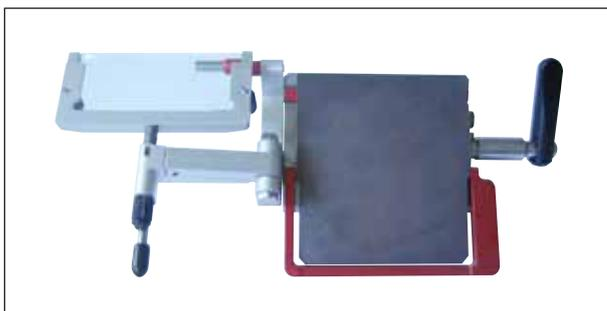

図 46
- \(→ 図 46\)アンチロールガイドを横に移動します。